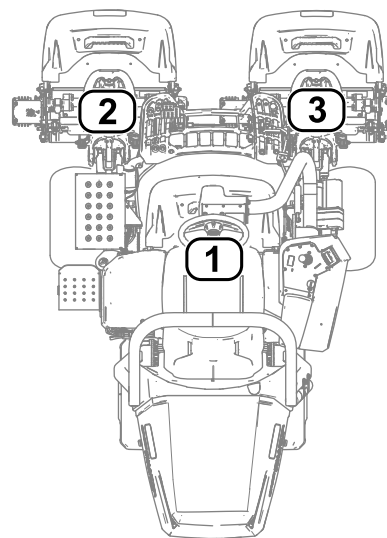

Figure 31
- 1 correspond à l'unité de coupe centrale (Figure 31)
- 2 correspond à l'unité de coupe avant gauche (Figure 31)
- 3 correspond à l'unité de coupe avant droite (Figure 31)